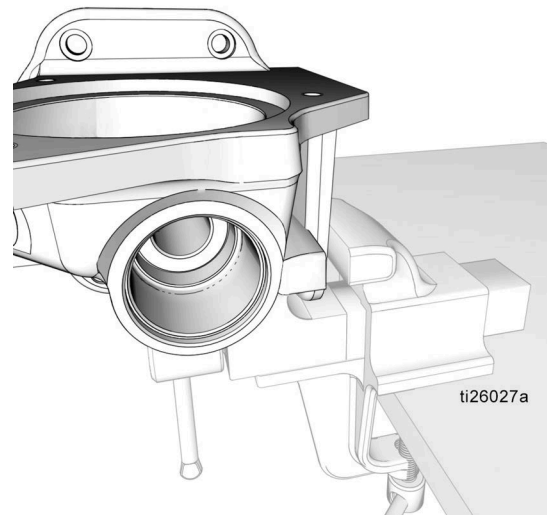

FIG. 39
- 4. Replacer la base de la pompe (1) dans l'étau comme montré sur la FIG. 39.